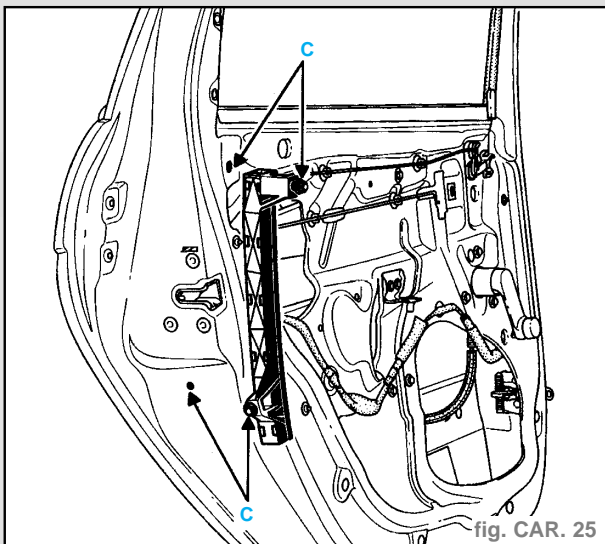

fig. CAR. 25
- les deux vis de fixation (C) de la coulisse inférieure et ôter celle-ci (fig. CAR. 25),